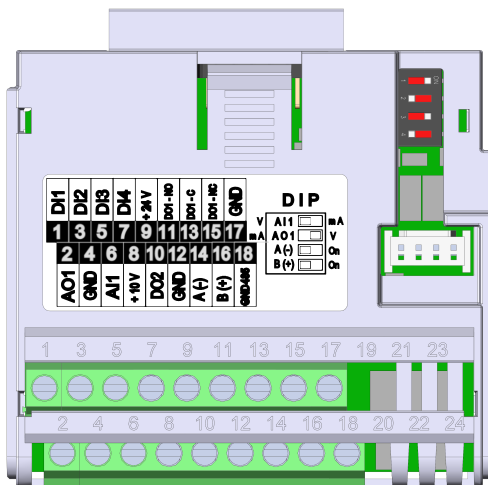

Figura 20.1: Módulo Plug-in CFW500-IOS
O módulo plug-in CFW500-IOS possui somente a interface Serial (1) através da porta RS-485 nos bornes 14 (A-) e 16 (B+), veja Figura 20.1 na página 20-1. Veja também, o GND485 no terminal 18 está isolado do GND nos terminais 17 e 4.